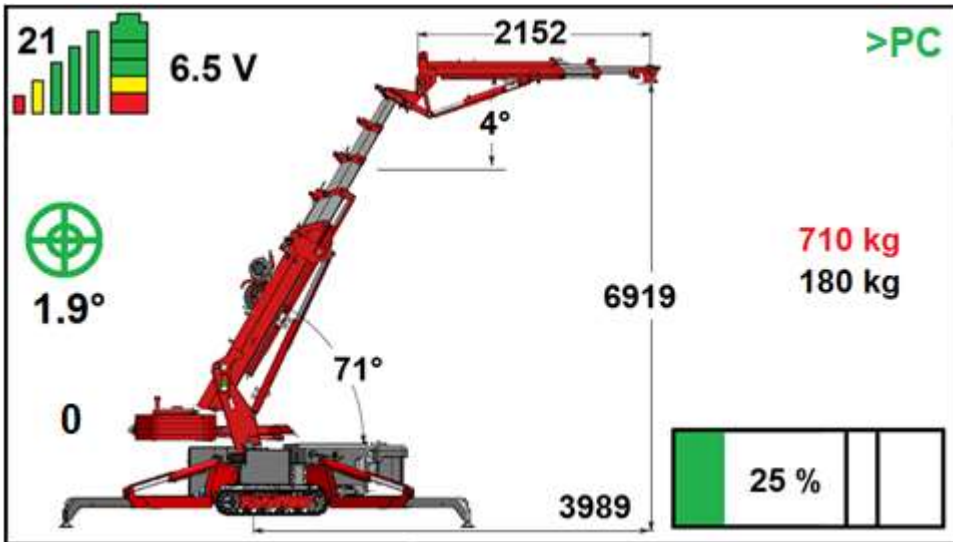

Figure 59
- En haut à gauche apparaît la fréquence d'émission. (Voir Figure 59) est ici en position 21.
- La puissance du signal est indiquée par 5 barres droites. Lorsque la puissance est bonne, elle apparaît comme sur la (Figure 59). Lorsque le signal faiblit, les barres vertes disparaissent d'abord, et ensuite les jaunes et les rouges.
- Le faible niveau de batterie apparaît dans le symbole de batterie dans l'angle supérieur gauche de l'écran. Lorsque la batterie est totalement chargée, 3 carrés verts, 1 jaune et 1 rouge s'affichent comme sur la (Figure 59). Lorsque la charge n'est pas pleine, certains carrés disparaissent.
- La tension est affichée en volts. Dans la (Figure 59), elle est de 6,5V.
- La planéité de la machine est également indiquée par les cercles verts au centre à gauche. Dans la (Figure 59), la grue est inclinée de 1,9°.
- La position du bras de grue principal est de 71° dans la (Figure 59).
- La position du bras de la grue est de 4° dans la (Figure 59).
- Le rayon de déplacement est de 3989 mm dans la (Figure 59).
- La hauteur de hissage est de 6919 mm dans la (Figure 59).
- La longueur du bras de la grue est de 2152 mm dans la (Figure 59).
- La charge de la grue est de 25% dans la (Figure 59).
- La (Figure 59) indique que le ballast est déployé. Lorsque le ballast est rétracté, il se déplace et quand le ballast est retiré de la grue, il n'apparaît plus à l'écran. Une valeur est également indiquée derrière le ballast. Le 0 mentionné dans la (Figure: 59) signifie que le ballast est rétracté. (0 mm) déployé. Lorsque vous déployez le ballast, vous voyez ici la distance d'extension du ballast.